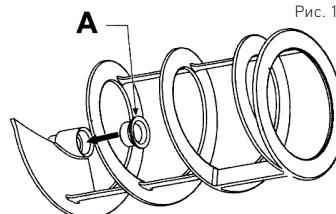

Рис. 17
- Всегда проверяйте состояние уплотнения (A) - если оно изношено, замените его новым (уплотнения прилагаются к устройству).
- Гайку шнека (A) заменяйте, по крайней мере, каждые 12 месяцев.
- Установите гайку шнека (A) в соответствии с инструкцией (Смотри: Рис. 17).
- Смажьте внутреннюю полость гайки шнека (A), как показано на рисунке 18 с помощью смазки, прилагаемой к устройству.